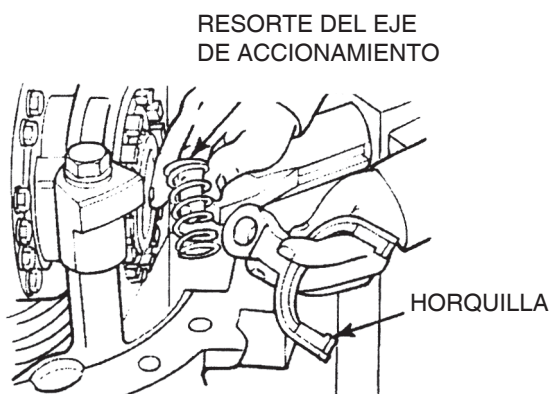

Figura 119
10. Retire el resorte del eje de accionamiento de la horquilla de bloqueo de la caja del diferencial. Figura 119.